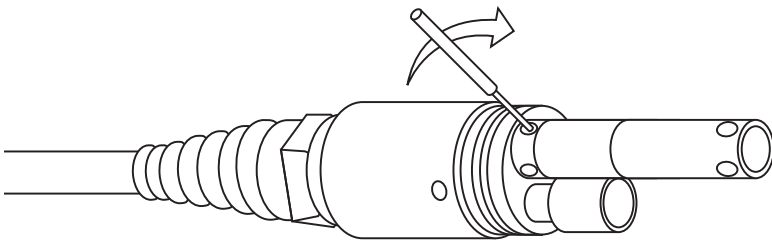

图 5 用于紧固 C/T 传感器的不锈钢固定螺母的安装工具。
6. 完全安装后，螺母会贴靠着隔板固定。此时，使用传感器随附的工具将螺母再旋转  $\frac{1}{4}$  到  $\frac{1}{2}$  圈（图 5）。**不要过度紧固。**